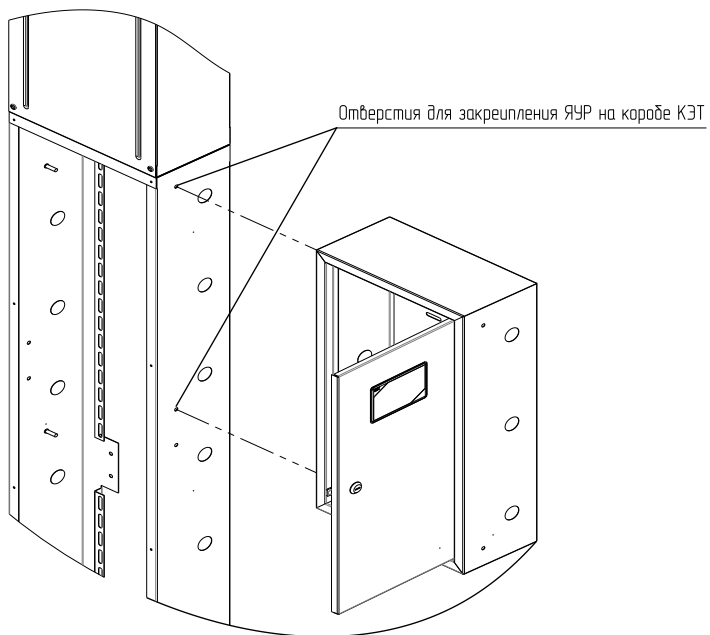

Рисунок 9
5.9 Присоедините ЯУР к коробу КЭТ и закрепите с помощью двух болтов фланцевых М6×14 и двух гаек М6 с фланцем (рисунок 9). Болтовое соединение согласно приложению 1.